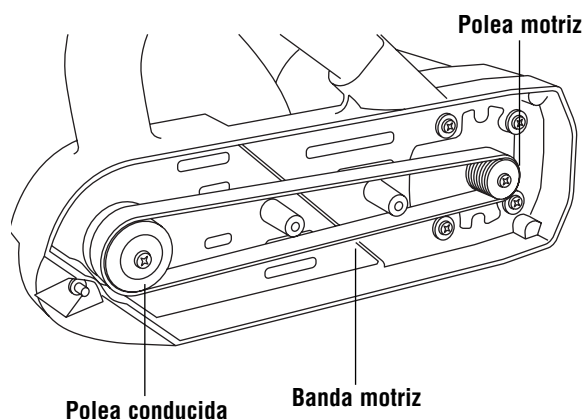

Figura 2. Cambios de banda
2. Corte y quite la banda gastada (Figura 2). Antes de instalar la nueva, limpie muy bien las dos poleas.